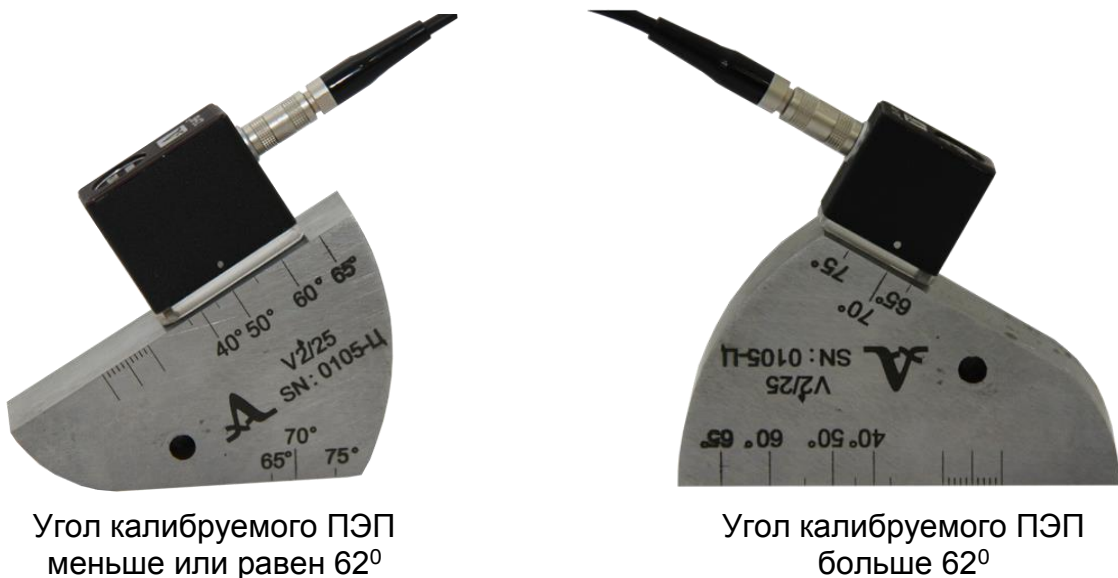
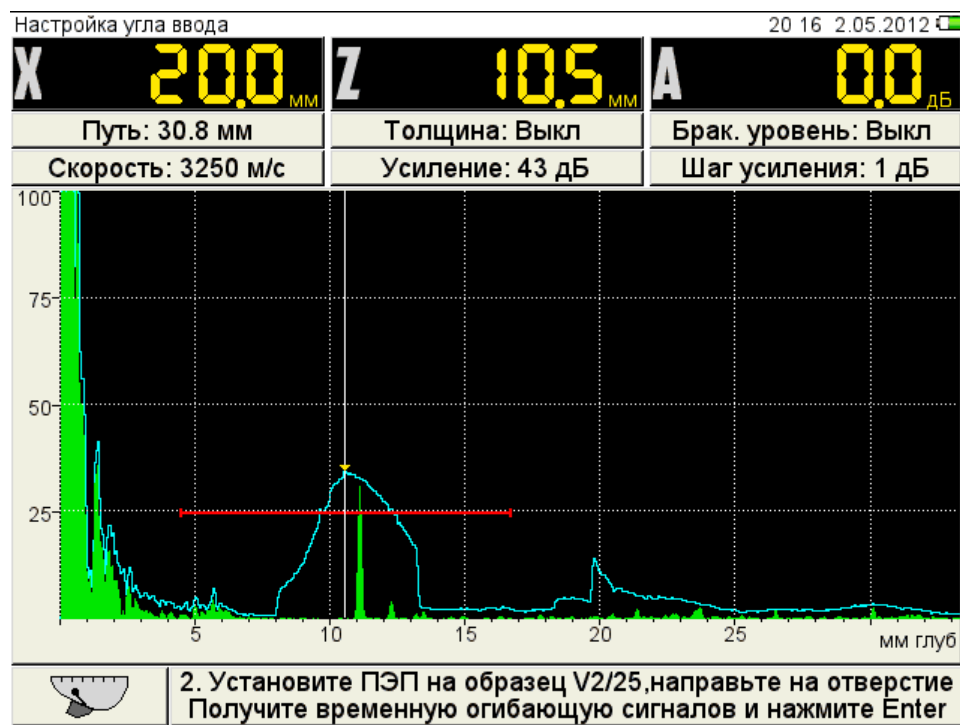

Рисунок 11
Рисунок 12
– просканировать отверстие в образце (рисунок 11), получить временную огибающую сигналов (рисунок 12) и нажать клавишу **Enter** ;